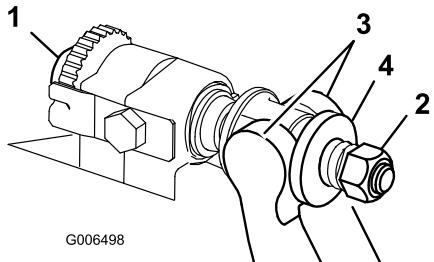

Bild 29
- Drehen Sie die Einstellschrauben des Untermesserträgers nach links, damit sich der Abstand zwischen Untermesser und Spindel vergrößert (Bild 29).
- Drehen Sie die Federspannungsmutter so weit hinaus, bis die Scheibe nicht mehr gegen den Untermesserträger angespannt ist (Bild 29).